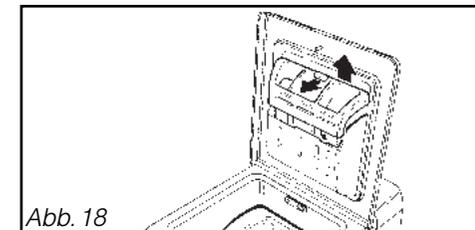

Abb. 18
– Den Knopf nach vorne schieben und die Kammer nach oben ziehen und herausnehmen (Abb. 18).